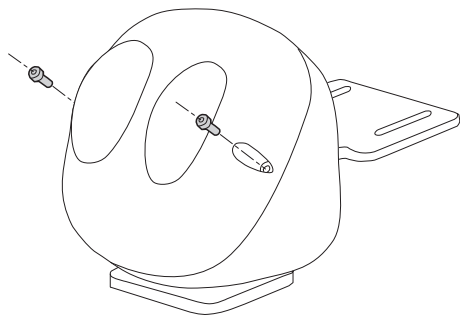

Fig. 1
Svitare le viti e sollevare il guscio (Fig. 1, pagina 5).
Chiudere il brandeggio. Serrare le viti con coppia pari a 1.2Nm (Fig. 1, pagina 5).
2. Svitare le viti e sollevare il guscio (Fig. 1, pagina 5).
10. Chiudere il brandeggio. Serrare le viti con coppia pari a  $1.2\text{Nm}$  (Fig. 1, pagina 5).